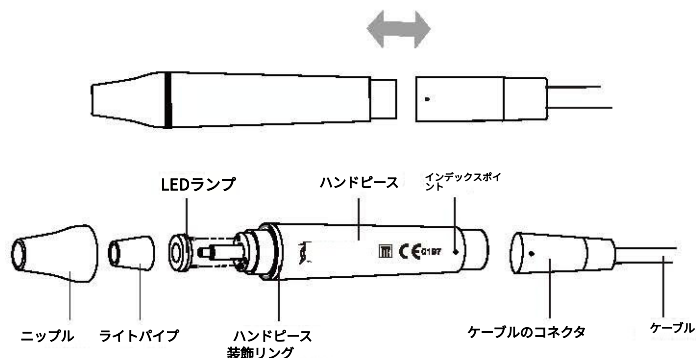

図5
①フットスイッチが踏まれており、装置が超音波振動を発生させている間は、ハンドピースを引き抜かないでください。
②治療上必要でない限り、ドライモードを選択しないでください。また、ドライモードで本機を長時間稼働させないでください。治療中にハンドピースやチップが過熱すると、歯を傷つける恐れがあります。
2.1.2 着脱式ハンドピースの主要部品に関する説明（図5参照）：